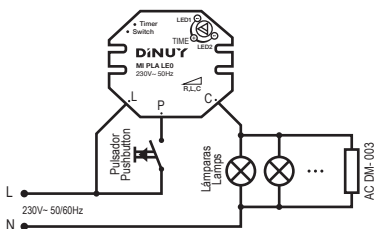

Fig. 3
- Esquema 2 (Fig. 3): Instalación con accesorio AC DM- 003. En caso de que, tras una orden de apagado, la lámpara LED 230V se quede ligeramente encendida, será necesario colocar el accesorio AC DM- 003 (incluido con el producto) en paralelo a una de las lámparas.
- Wiring 2 (Fig. 3): Installation with accessory AC DM- 003. If the 230V LED lamp is kept on after a switch-off command, the AC DM- 003 accessory (included with the product) must be placed parallel to one of the lamps.